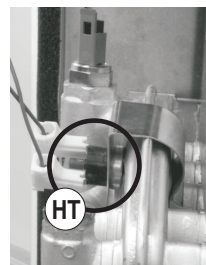

**Рис. 22**
- Для настройки мощности используйте график (см.рис. 22).